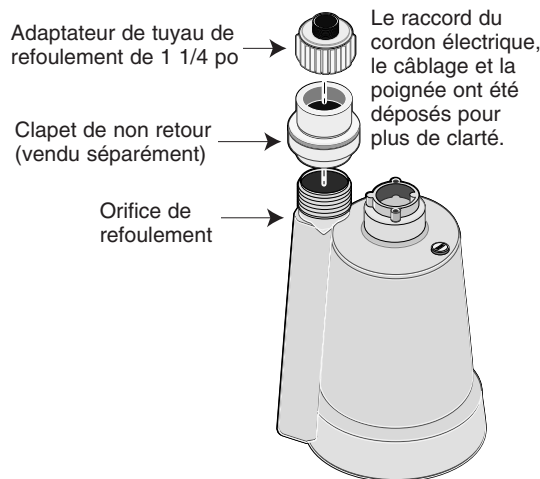

Figure 1 – Ensemble de refoulement.
- Poser un clapet de non retour entre l'orifice de refoulement de la pompe et l'adaptateur du tuyau de refoulement pour que l'eau ne revienne pas dans la pompe lorsqu'elle s'arrête. Se reporter à la Figure 1.